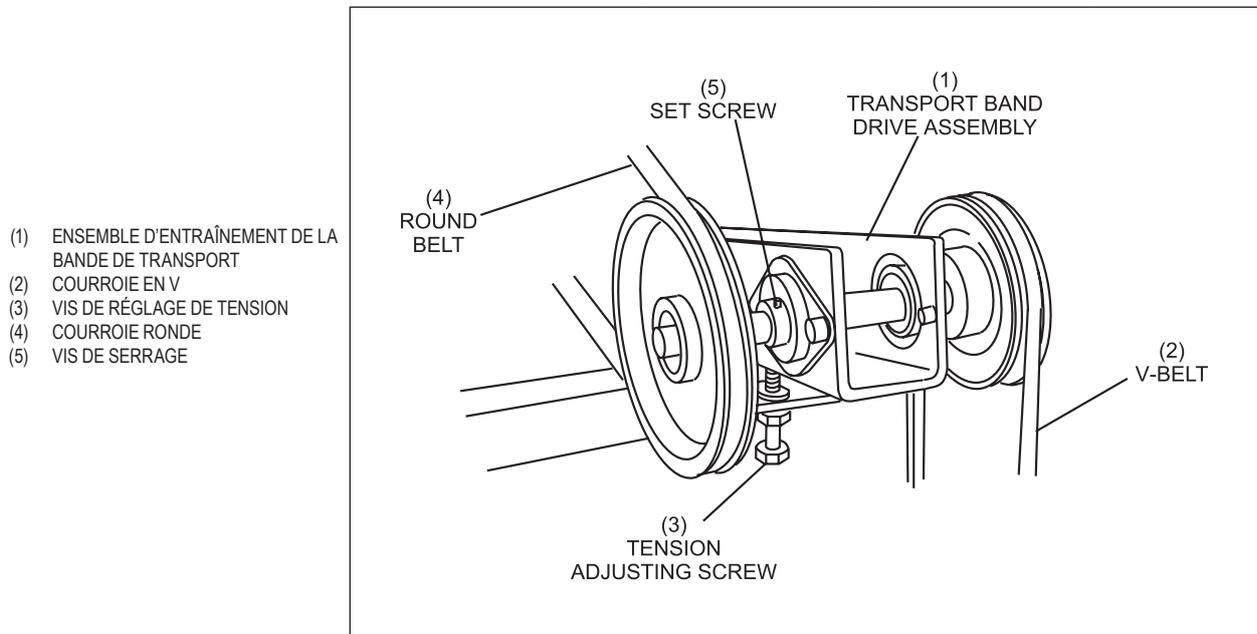

Figure 5-5. Réglage de tension.
- b. Desserrez la vis de réglage de tension. Reportez-vous à la *Figure 5-5*.